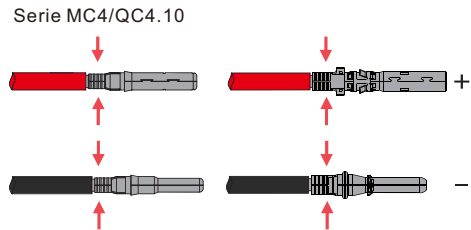

Figura 4.1-2 Cables FV a conectores FV
Paso 2. Conecte los cables FV a los conectores FV. Véase la figura 4.1-2.